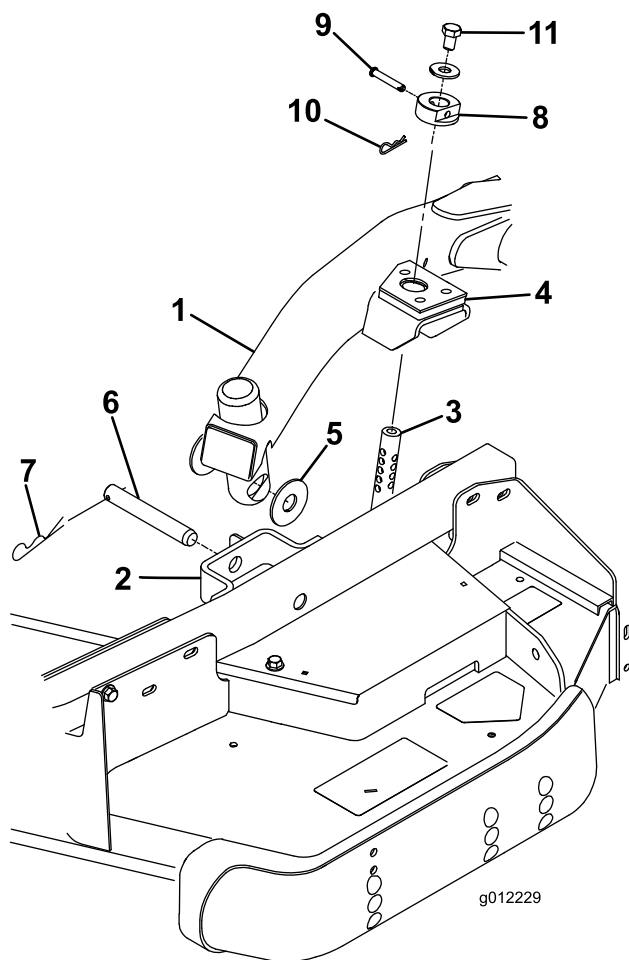

Figura 24
4. Mueva la palanca de elevación a la posición de FLOTACIÓN. Empuje hacia abajo uno de los brazos de elevación hasta que los taladros del brazo de elevación estén alineados con los taladros del soporte del brazo de la rueda giratoria y pueda insertar la varilla de ajuste de altura de corte en los alojamientos del brazo de elevación (Figura 24).
5. Fije el brazo de elevación al brazo de la rueda giratoria con las 2 arandelas de empuje, un pasador y una chaveta. Coloque las arandelas de empuje entre el brazo de elevación y el soporte del brazo de la rueda giratoria (Figura 24). Introduzca el extremo del pasador en la ranura de la pestaña del brazo de la rueda giratoria para retener el pasador.
9. Coloque los collares de ajuste de la altura de corte sobre las varillas de ajuste de la altura de corte y sujételos con los pasadores y las chavetas (Figura 24).
10. Instale un perno ($\frac{1}{2}$ " x $\frac{3}{4}$ ") y una arandela en la parte superior de cada varilla de ajuste de la altura de corte (Figura 24).